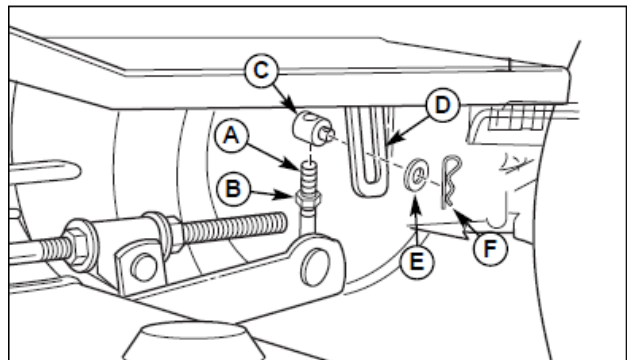

図 37 刈り高さ調整
輸送時の高さとの距離は、調節ができます。Jフック (A) の上にトラニオン (図 37 の C) を上げることで輸送時のデッキ位置を最大の地面との隙間を調節します。デッキを最も下げる際はJフックにつながるトラニオンを下ろします。輸送時の高さを確保するにはトラニオンを引き上げてデッキを上げます。
1. ジャムナット (図 37 の B) を緩めます。
2. ヘアピン (F) とワッシャ (E) をトラニオン (C) から外します。
3. トラクタリフトアーム (D) からトラニオン (C)、Jフック (A)、ジャムナット (B) を外します。
4. トラニオン (C) を回して高さを調整します。
5. トラニオン (C)、Jフック (A)、ジャムナット (B) をトラクタリフトアーム (D) に入れます。ワッシャ (E)、ヘアピン (F) を取り付け、ジャムナット (B) を締めます。